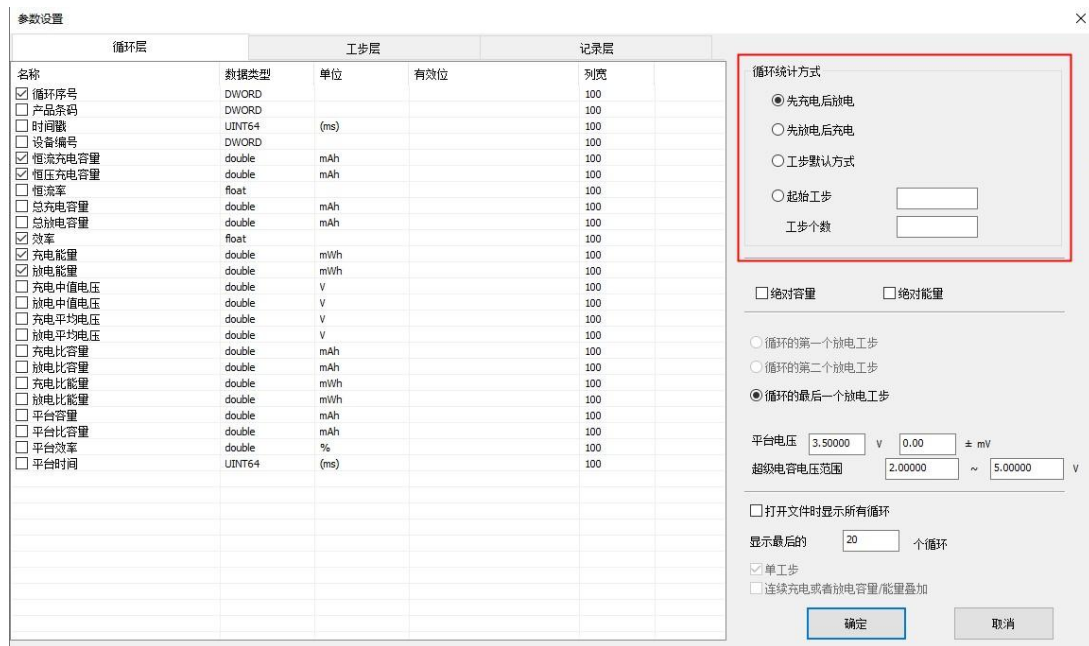

图 6-30 循环层参数设置
- 循环层 参数设置：循环层参数设置界面左侧为循环层参数选择栏，包含了可以在循环层表头中显示的所有参数，用户可以根据需要自行勾选；循环层参数设置界面右侧为循环层的一些功能设置，包括循环层统计方式、超级电容电压范围、平台电压、循环次数显示等，如图 6-30 所示：